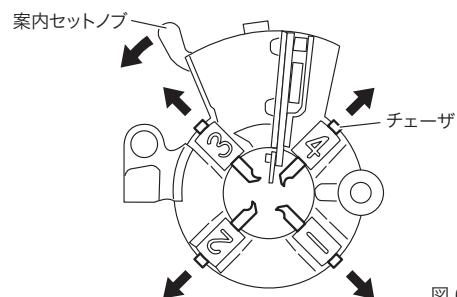

図 6
a. チーザの取外し方 (図 6)
- ①ダイヘッドをオープン (切上レバーがブロック溝から外れ、チーザが開いた状態) にしてください。
- ②位置決めノッチを位置決めピンから外し案内セットノブを図 6 の矢印の方向へいっぱいに引きますと、3 番、4 番のチーザが取り外せます。
- ③ダイヘッドを起こすと 1 番と 2 番のチーザが取り外せます。